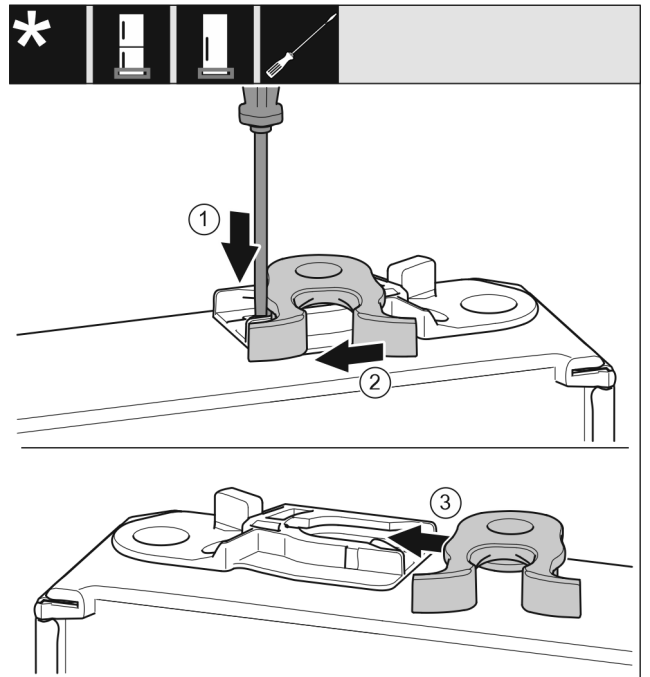

Fig. 17
- ▶ Lasche mit Schlitzschraubendreher nach unten drücken. Fig. 17 (1)
- ▶ Schließhaken aus Führung ziehen. Fig. 17 (2)
- ▶ Schließhaken auf anderer Seite in Führung schieben. Fig. 17 (3)